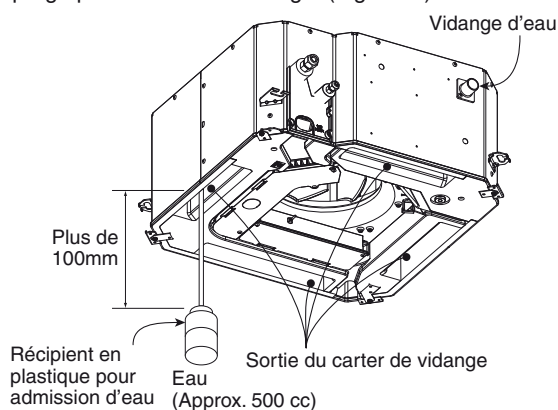

Fig. 3-11
- (1) Connectez l'alimentation à la plaquette de borne d'alimentation (bornes R, S) à l'intérieur du boîtier de composants électriques.
- (2) Verser lentement environ 500 cc d'eau dans le carter de purge pour vérifier le drainage. (Fig. 3-11)